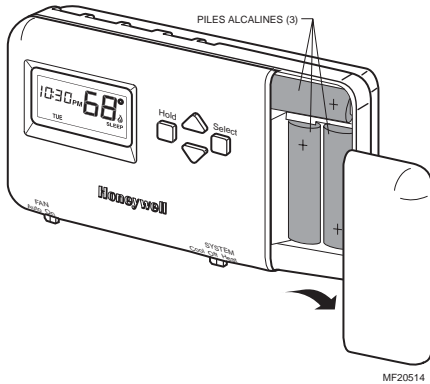

Fig. 13. Installation des piles.
- ❑ Retirer en tirant vers l'extérieur la partie inférieure de la porte d'accès aux piles qui est située sur le côté droit du thermostat. Voir Fig. 13.
- ❑ Insérer trois piles alcalines AA comme l'indique la Fig. 13.